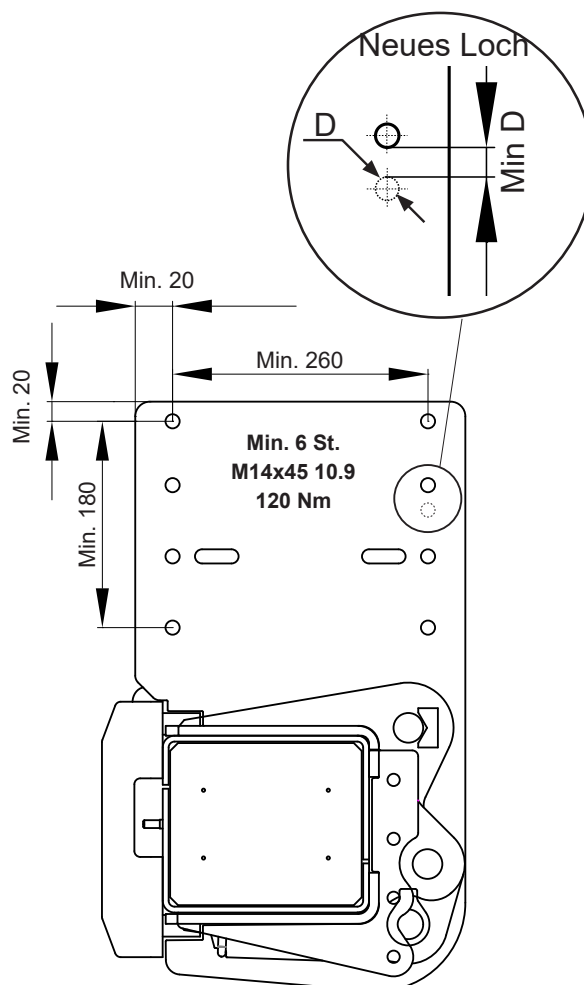

Abb.28. Montieren Sie die Rahmenbefestigung mit mindestens 6 Schrauben M14x45 10.9
9. Bei der Montage des Rahmens ohne vorgebohrte Löcher, montieren Sie zuerst eine Schraube in das vorgebohrte Loch der Befestigungen. Markieren Sie auf dem Fahrzeugrahmen die Mitte in den vorgebohrten Löchern der Befestigungen und bohren Sie dann Löcher von $\varnothing 14$ mm in den Rahmen, siehe Abb.28.